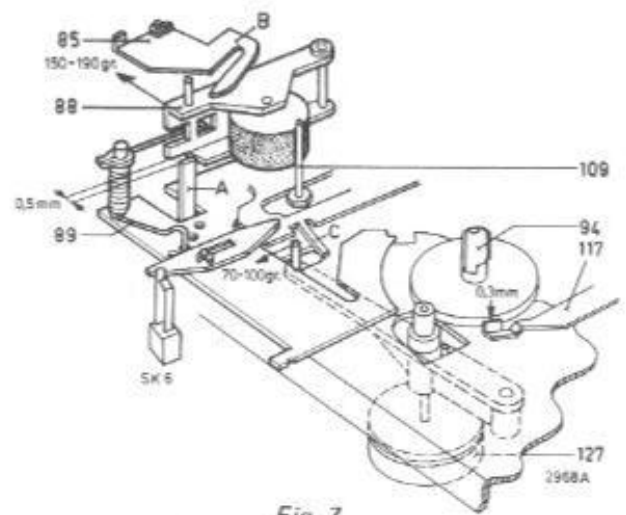

Fig. 7
- Deze kracht moet tussen 70 en 100 gr. liggen, zie fig. 7.
III. INSTELLING VAN DE AANDRUKKRACHT VAN DRUKROL 88 (Fig. 7)
VII. INSTELLING VAN DE PAUZESCHAKELAAR (Fig. 7 en 13)
- Instellen door lip B voor de drukrol en lip C voor de opspoelfriktie te verbuigen, zie Fig. 7.
VIII. BANDLOOPINSTELLINGEN (Fig. 7 en 14)
D. Bij weergeven, vooruit- en terugspoelen, zie fig. 7